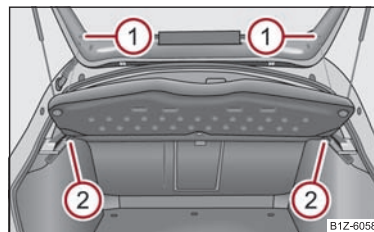

Fig. 60 Smontaggio della cappelliera
- Disimpegnare i nastri di fissaggio dal portellone bagagliaio ① ⇒ fig. 60.
- Tirare orizzontalmente verso la parte posteriore la cappelliera dalla sede ②.
- In fase di rimontaggio spingere dapprima la cappelliera nella sede ② e agganciare i nastri di ritengo ① sul portellone del bagagliaio.